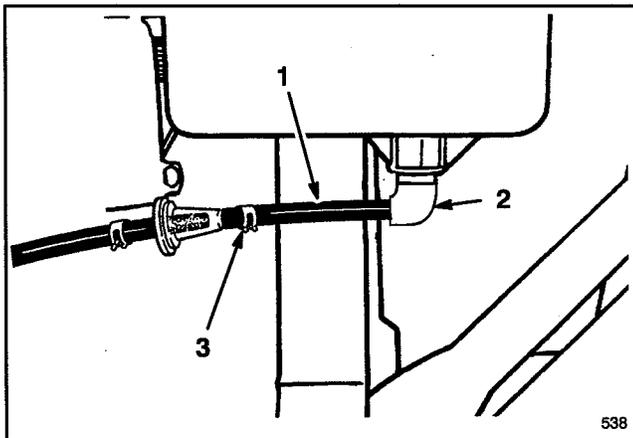

Figure 3
5. Retirer les bouchons rouges de l'extrémité de la conduite d'alimentation et de l'extrémité du coude du réservoir. Insérer l'extrémité de la conduite d'alimentation dans le coude du réservoir (Fig. 3). Attacher la conduite en position au moyen du collier.